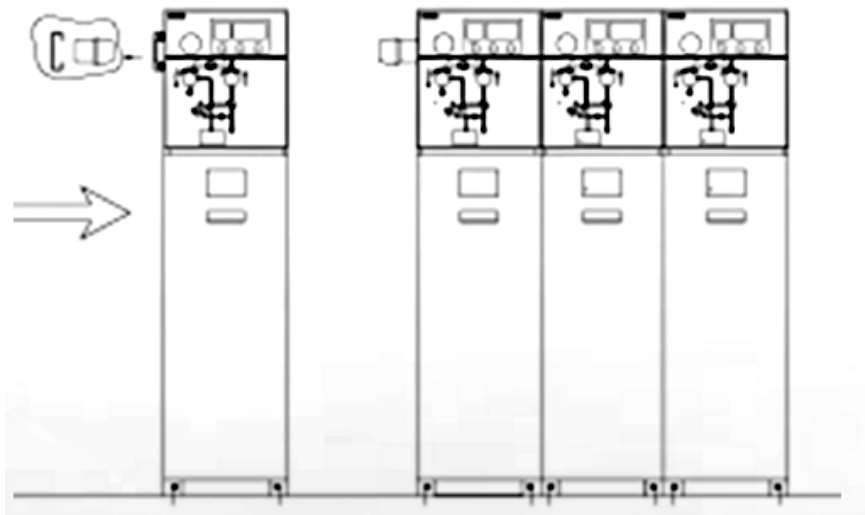

Рисунок 60 – Стыковка ячеек
8) Установите другие ячейки тем же способом (см . рисунок 60). Если крайняя ячейка в блоке имеет расширение, то необходимо установить концевые заглушки, чтобы в последующем можно было использовать их при расширении.